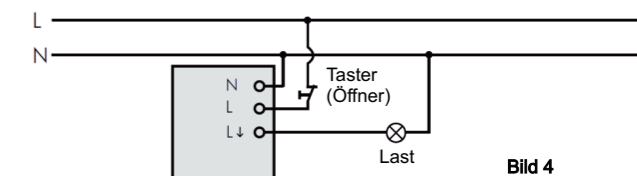
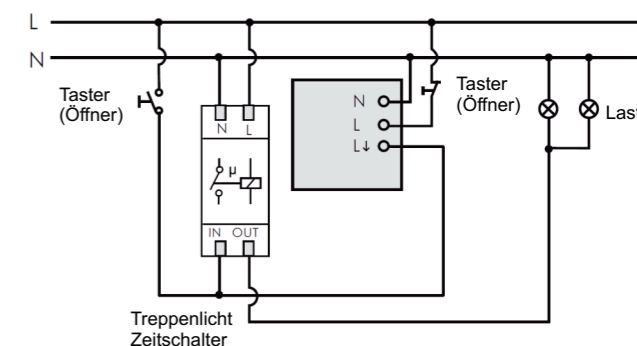
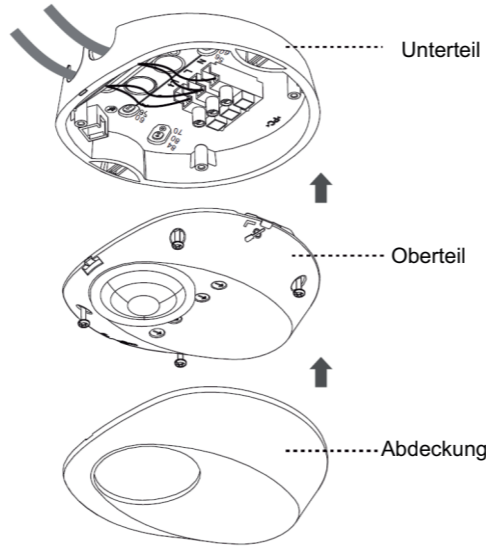

Bild 4
Bild 6
Bild 12
Die Last kann manuell eingeschaltet werden indem man einen externen Taster benutzt. (Öffner > 10A) Siehe Bild 4 bis Bild 6. Wenn die Last aus ist, kann sie durch kurzes Betätigen (<1Sek.) des Tasters eingeschaltet werden, dabei ist die Einstellung der Heiligkeit nicht aktiv. Nachdem die Last manuell eingeschaltet worden ist, schaltet sie sich, wenn keine Bewegung erkannt wird, automatisch nach der eingestellten Zeit wieder aus.
3.3.1 Eine Last wird von einem Melder geschaltet. (Siehe Bild 4).
3.3.2 Treppenlichtzeitschalter von Melder aktiviert (die Zeit sollte auf **1s** eingestellt sein. (Siehe Bild 6).
3.4.1.6 Achten Sie bitte auf die Verdrahtung. Siehe Bild 4 bis Bild 6 und beachten Sie beim Zusammenbau des Melders Bild 12.
3.4.2.4. Achten Sie bitte auf die Verdrahtung. Siehe Bild 4 bis Bild 6 und beachten Sie beim Zusammenbau des Melders Bild 12.